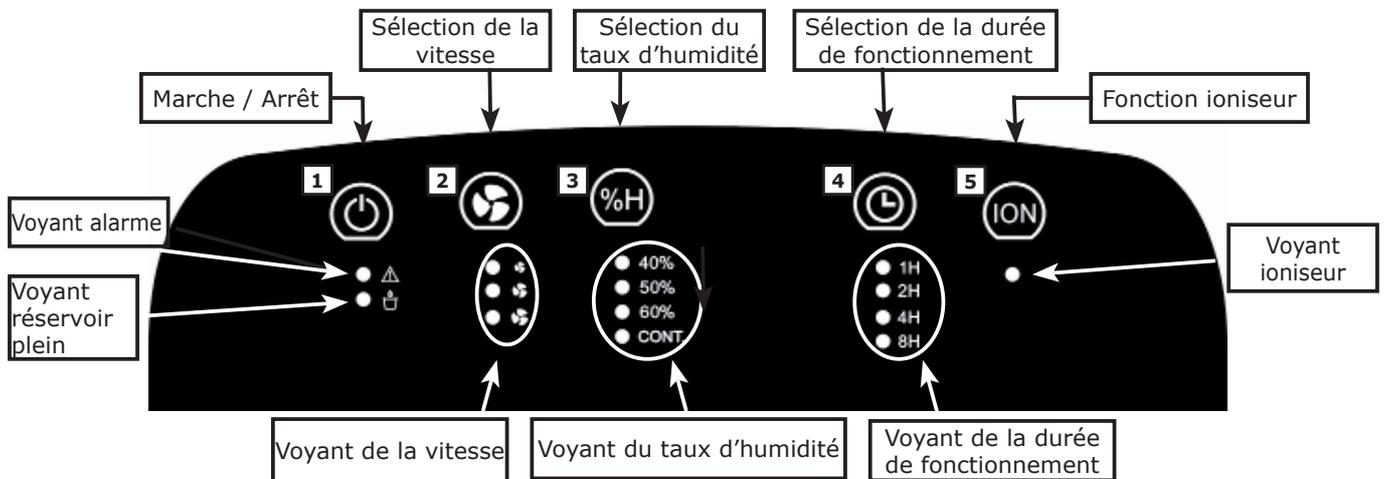

Fig. 3
- Appuyer sur le bouton **1** (Fig. 3) pour allumer l'appareil. Le DU BTI 2 émet un signal sonore.
Se référer à la description du tableau de bord fig. 3.
2. Tirer le réservoir vers soi afin de le dégager complètement de l'appareil (fig. 3).